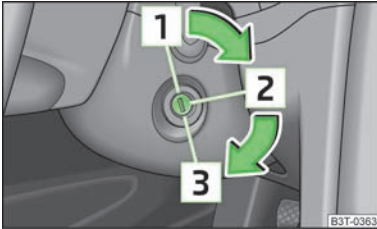

Abb. 113
- Das Kupplungspedal ganz durchtreten, die Zündung einschalten **2** und starten **3** » Abb. 113 - kein Gas geben. Das Kupplungspedal durchgetreten halten, bis der Motor anspringt.
» Abb. 113.